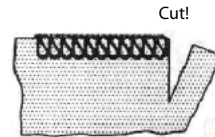

Abb. 2
Wenn Sie gleichzeitig Kanten versäubern und beschneiden, schneiden Sie den Stoff ca. 3 cm entlang der Nahtlinie, bevor Sie das Nähgut drehen (siehe Abb. 2).
2. Führen Sie das Beilaufgarn entweder durch die vordere bzw. hintere Öffnung am Nähfuß (abhängig vom Nähvorgang, siehe Abbildung 2 und 3) und legen Sie es nach hinten unter den Nähfuß.
Zum Zusammennähen von Schultern oder Annähen von Ärmeln führen Sie das Beilaufgarn durch die vordere Öffnung. Vergewissern Sie sich dabei, dass es beim Durchgang durch die vordere Öffnung zwischen dem rechten und linken Nadelfaden fixiert wird (siehe Abb. 2).